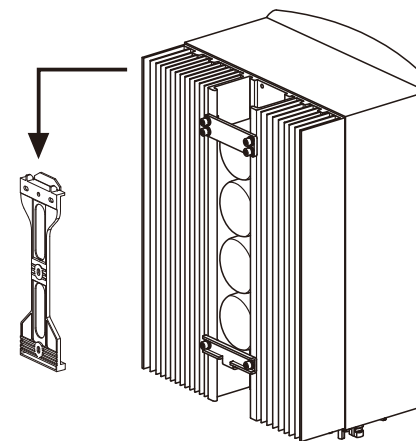

Figura 4.5: Staffa per installazione a parete
2. Sollevare l'inverter (evitare sforzi fisici eccessivi) e allineare la staffa posteriore sull'inverter con la sezione convessa della staffa di installazione. Appendere l'inverter sulla staffa di installazione e accertarsi che l'inverter sia in posizione salda (come illustrato in figura 4.5)